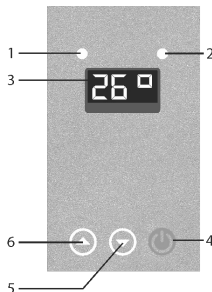

Рис. 15
1. При первом запуске в работу или после длительного перерыва в эксплуатации водонагревателя, заполните его водой, для чего откройте запорный кран подачи холодной воды и убедитесь, что на выходе воды в точке потребления устойчиво течет холодная вода, после чего включите электропитание прибора, при этом на панели управления заморгает индикатор питания 1 (см. рис. 15).
2. Для включения прибора нажмите кнопку «» на панели управления, при этом индикатор питания 1 (см. рис. 15) будет гореть постоянно.
4. Поток воды контролируется краном на входе или на выходе воды из водонагревателя. При наличии протока и давления воды не менее 0,1 МПа включение нагрева происходит автоматически (если прибор включен), при этом загорается индикатор нагрева 2 на панели управления (см. рис. 15).
поток воды на входе или на выходе из прибора, электронный датчик протока автоматически разомкнёт цепь подачи электроэнергии к нагревательному элементу, при этом погаснет индикатор нагрева 2 на панели управления (см. рис. 15), а индикатор питания 1 будет моргать. Для последующего включения нагрева достаточно вновь открыть кран подачи или выхода воды.